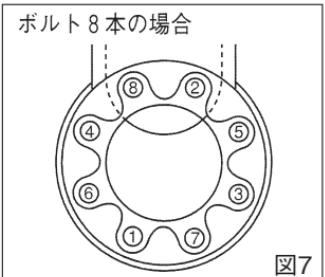
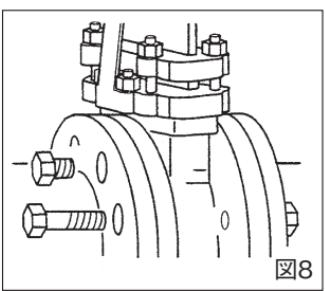

図7
図8
- M. 天地状態でボルト②・⑧を挿入し、バルブが落下しないようにしてください。次に他のボルトを順次挿入してください。配管ボルトを締め付ける場合は、均等な力で平均に締め付ける必要があります。図7①～⑧のように対角線上のものから交互に均等な力で締め付けてください。片締めはモレの原因となります。(図7)
- N. 336D型ではバルブの構造上、配管ボルトの長さが箇所により異なります。指定箇所に、指定より長いボルトを使用するとバルブの損傷の原因となります。図7の場合は②・⑧の一次側、二次側のボルト寸法が短くなります。また、本数はサイズにより異なります。(図8) (製品には注意シールが貼付されております。)